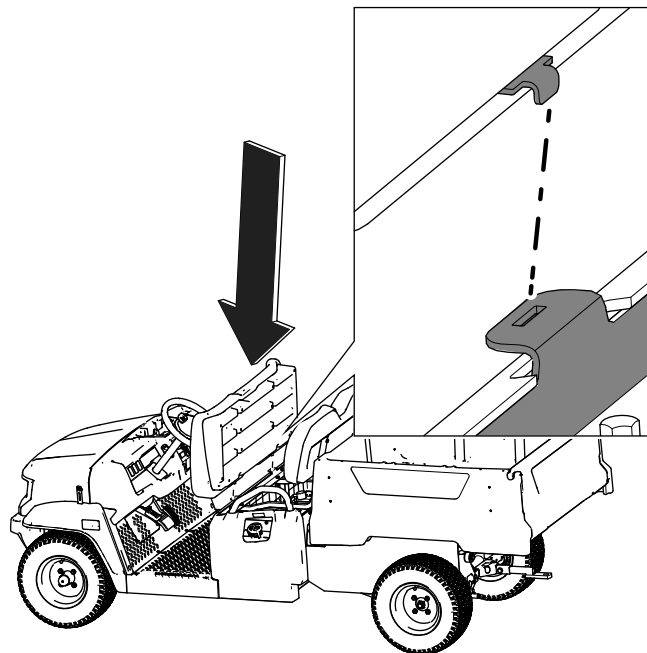

Bild 33
1. Setzen Sie das Sitzpolster auf die Halterung. (Bild 33).